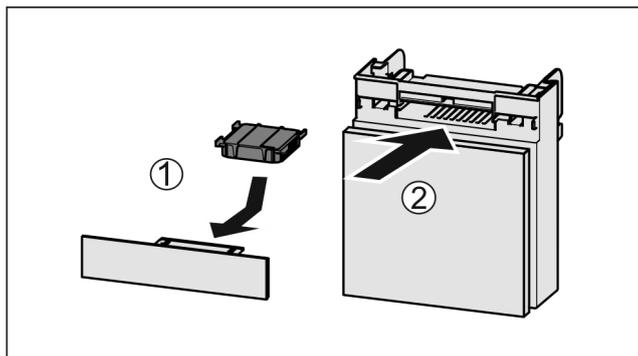

Fig. 143
- ▶ Inserire il vano Fig. 143 (2).